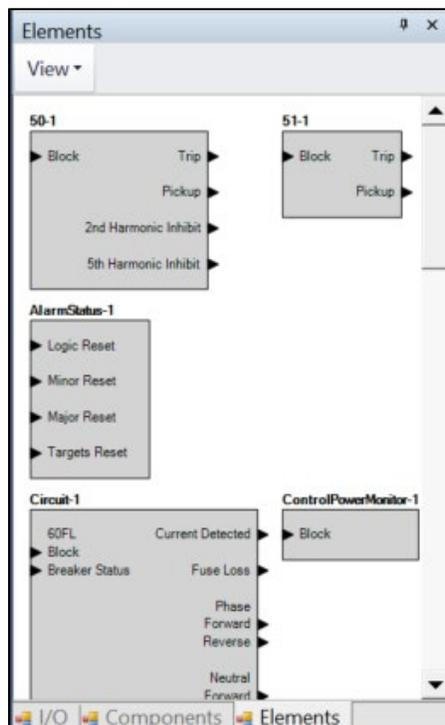

图 2-22. 元件页面
- 从屏幕中央的库中选择“元件”选项卡。将 50-1 和 51-1 功能块拖到工作区中。元件屏幕如图 2-22 所示。